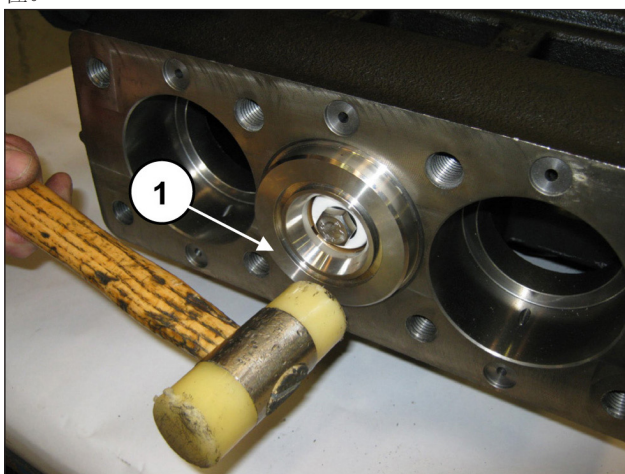

图 188
确保缸套/密封圈支架单元在底座 (①, 图 188) 正确定位。